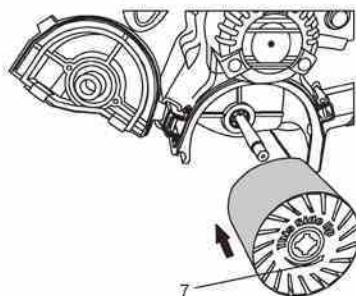

Fig. 4
6. Deslice el rodillo en el mango del rodillo (Fig. 4).